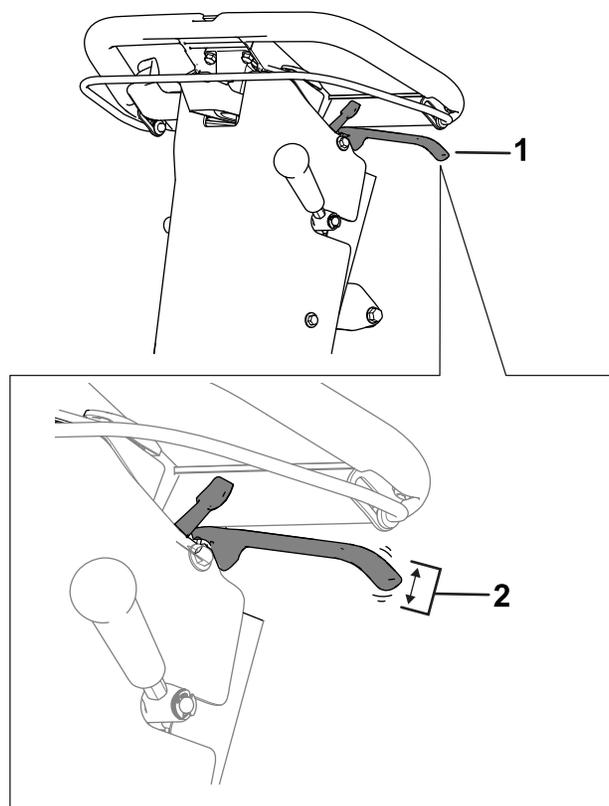

Figure 31
2. Mesurez le jeu libre à l'extrémité du levier de frein de stationnement (Figure 31).